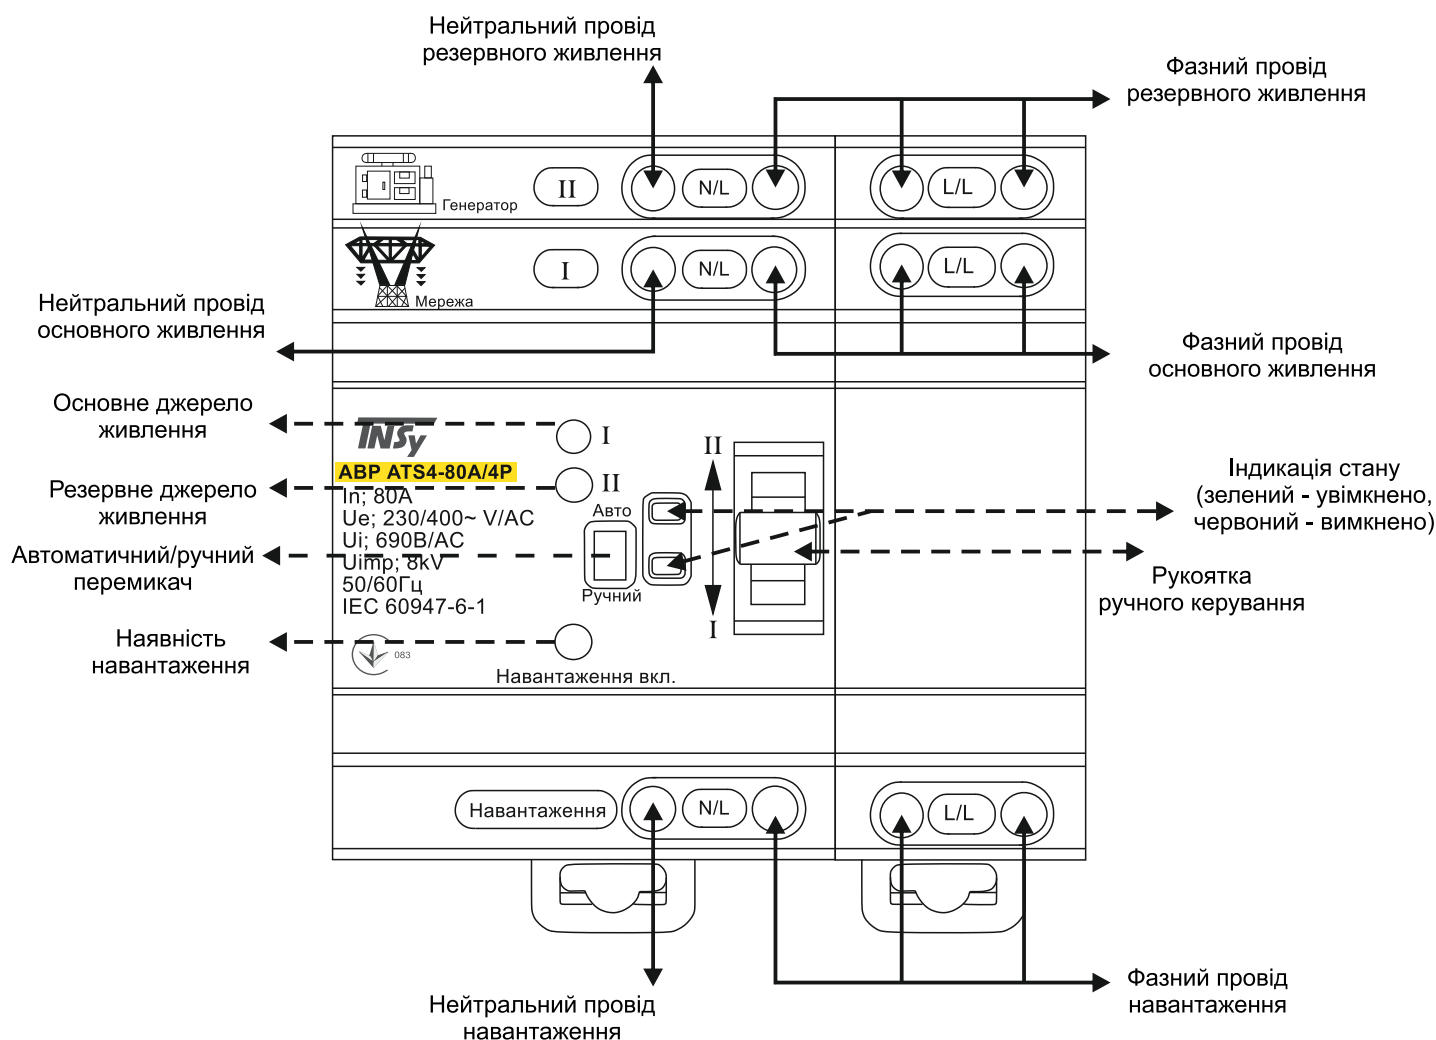

Рисунок 2. Світлові індикатори:
3.3 Рисунок 2. Схема підключення автоматичного перемикача АВР